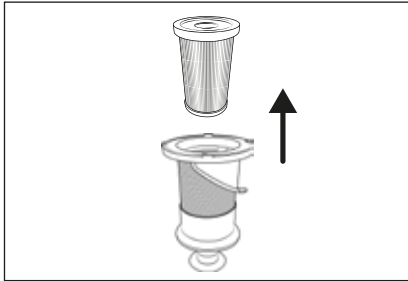

Fig. 19
- 4) Para retirar el filtro HEPA **5** del filtro de acero inoxidable **6**, agarre el filtro HEPA **5** por el orificio y extráigalo del filtro de acero inoxidable **6** (consulte la fig. 19).